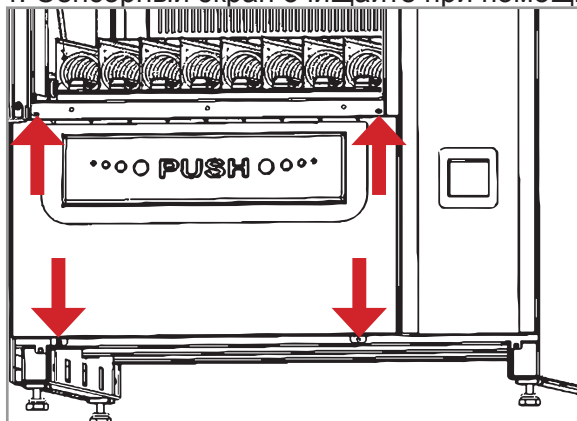

Рисунок 43 - Крепления лотка выдачи
- Открутите нижние и верхние крепёжные винты лотка выдачи (см. рис.43).